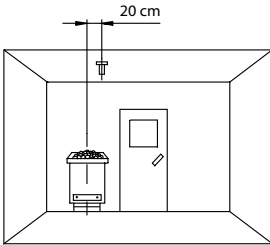

Abb. 7
1. Die Bohrungen ( $\varnothing$  5 mm) für die mitgelieferten Holzschrauben 4 x 20 mm werden entsprechend den in Abb. 7 und 8 angegebenen Maßen angebracht.
Beachten Sie bitte, dass sich nachfolgende Maßangaben auf die Werte beziehen, die bei der Geräteprüfung nach EN 60335-2-53 vorgegeben wurden. Grundsätzlich muss der Ofenfühler an der Stelle montiert werden, an der die höchsten Temperaturen erwartet werden. Einen Überblick über den Montageort des Fühlers geben Ihnen die Abb. 7 - 9.
1. Der Ofenfühler wird in Kabinen bis zu der Größe von  $2 \times 2 \text{ m}$  gemäß Abb. 7 und 8 montiert, in größeren Kabinen gemäß Abb. 7 und 9 montiert.